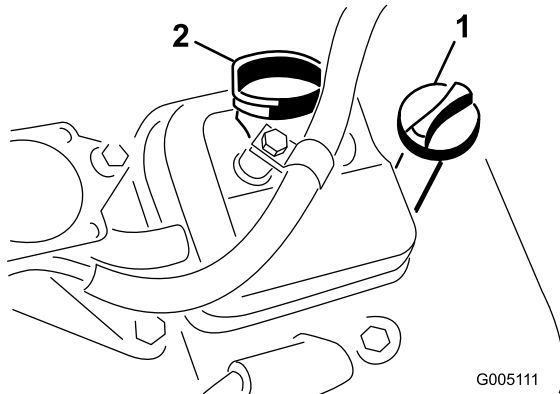

Figura 21
3. Enrosque la varilla en el tubo asegurándose de que entre a tope (Figura 21).